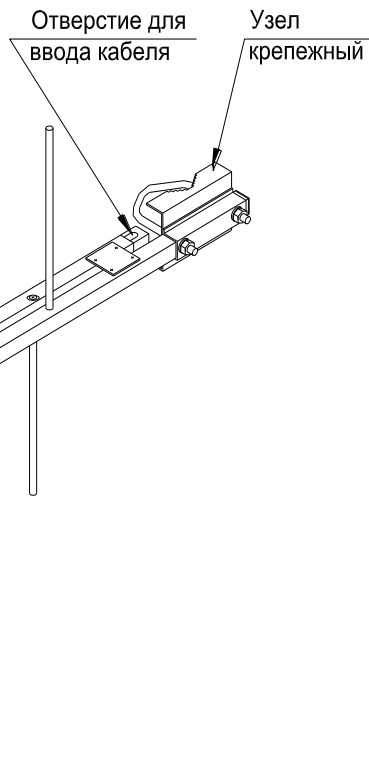

Рисунок 1 – Сборочный чертеж антенны
- б) вставить кабель в отверстие для ввода кабеля антенны (см. рис.1) и протолкнуть кабель до выхода его из передней части траверсы;
- в) разделанные и залуженные концы кабеля – центральную жилу и оплетку – припаять припоем ПОС-61 к соответствующим лепесткам (см. рис.1). **Разделанные концы кабеля должны быть минимальной длины!**